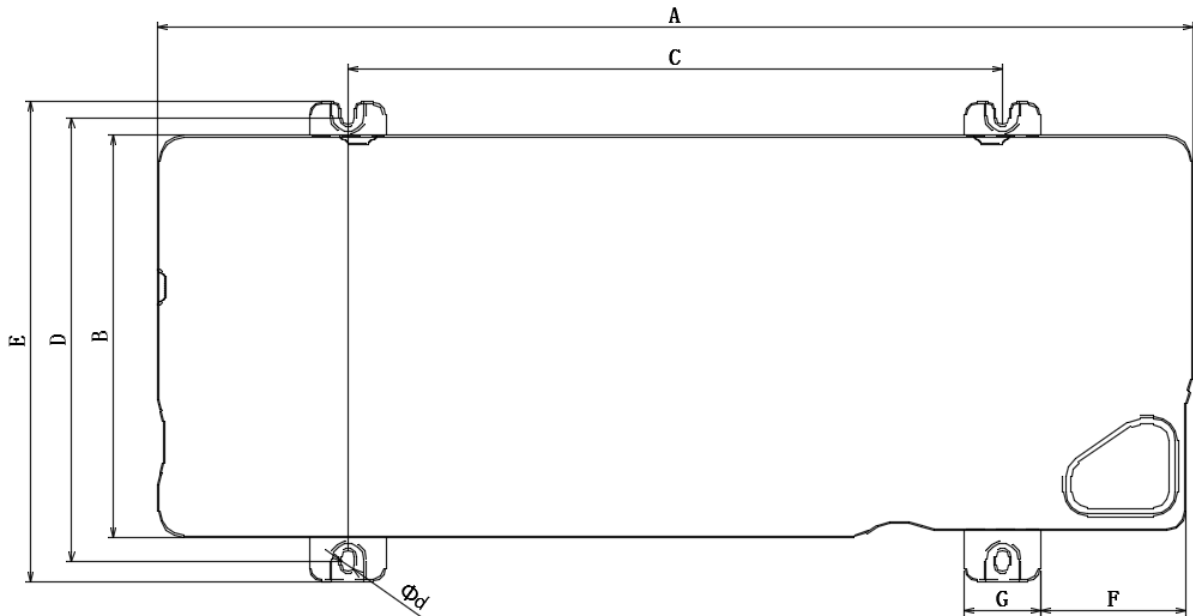

图4.4 地脚螺栓的位置
(2) 当地脚螺栓紧固室外机时，紧固孔的位置如图4.4所示。
(3) 地脚螺栓紧固室外机示例。